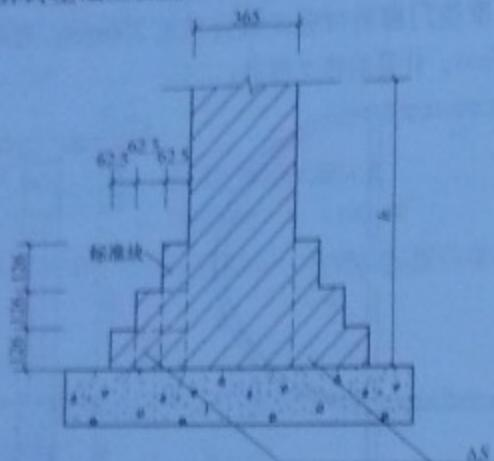

图 1-36 等高式大放脚砖基础
**【例 1-36】** 某工程等高式标准砖大放脚基础如图 1-36，当基础墙高  $h = 1.6m$ 、基础长  $l = 27.85m$  时，计算砖基础工程量。